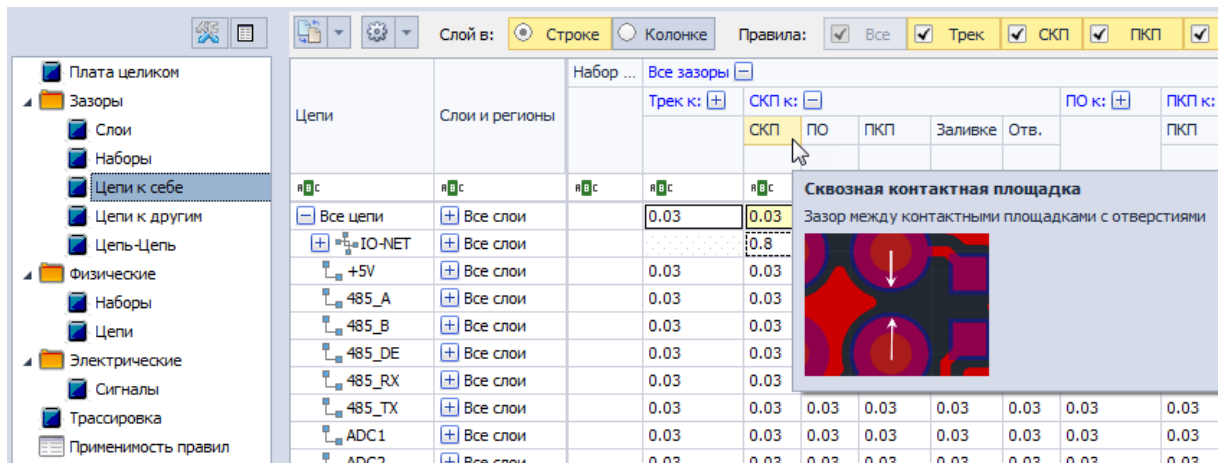

Рис. 11 Зазор между сквозными контактными площадками одной цепи
- Зазор между СКП и другой СКП (входящей в состав одной цепи) обозначается как «СКП к СКП», Рис. 11.